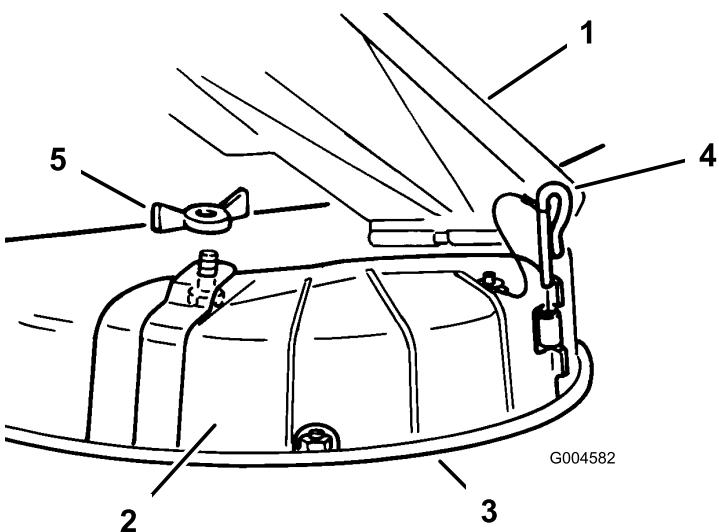

Figure 17
3. Soulevez le déflecteur d'herbe et posez l'obturateur d'éjection sur l'ouverture du bord inférieur du carter de tondeuse, avant de l'insérer dans la charnière avant (Figure 17).
4. Insérez la goupille d'articulation dans la charnière (Figure 17).
5. Fixez l'obturateur d'éjection à la tondeuse à l'aide de l'écrou papillon (Figure 17).